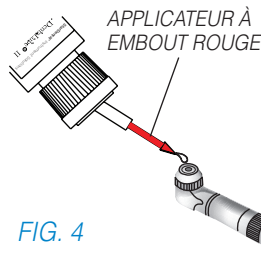

FIG. 4
- Déposez une goutte de DentaLube II au centre de l'axe de l'emplacement de la cartouche (attendez quelques secondes pour laisser le lubrifiant s'écouler dans l'axe). (Voir Fig. 4)